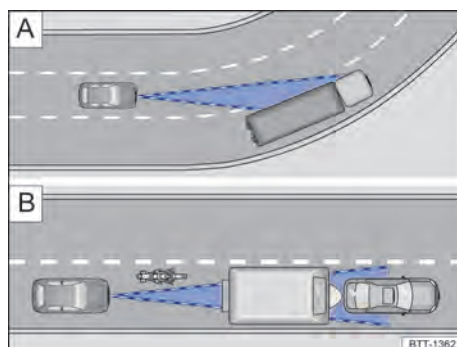

Fig. 108 A) Conducción en curva. B) Vehículos fuera del área de alcance del sensor del radar
El sensor de radar siempre realiza las mediciones en dirección recta. Por lo tanto, los vehículos en curvas cerradas pueden detectarse accidentalmente o los vehículos que se encuentran adelante pueden no detectarse → [fig. 108 \[A\]](#).
- Vehículos que conducen fuera del área del sensor a poca distancia del propio vehículo, por ejemplo, motocicletas → [fig. 108 \[B\]](#).